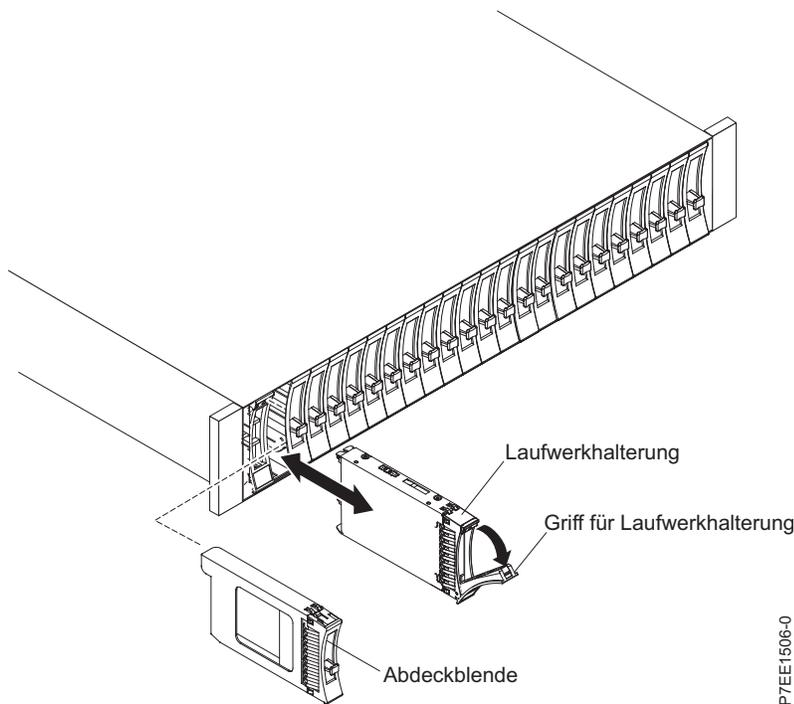

Abbildung 53. Laufwerk im 5887 Plattenlaufwerkgehäuse ausbauen
4. Ziehen Sie das Laufwerk an der Vorderseite aus dem Steckplatz und stützen Sie es dabei unten mit der Hand ab. Siehe Abb. 53 auf Seite 56.